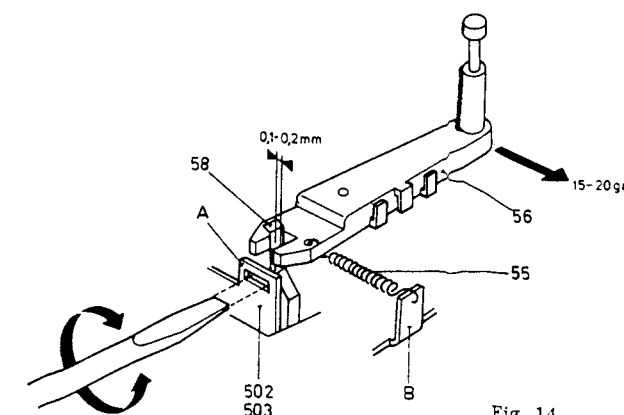

Fig. 14
## 4. Einstellen des Bandzuges (Abb. 14 und 20)
- Einstellen geschieht durch Biegen von Nocken A (siehe Abb. 14).
- Einstellen geschieht durch Biegen von Nocken B (siehe Abb. 14).